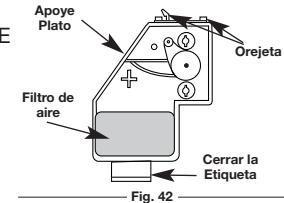

Fig. 42
6. Vuelva a colocar el filtro (Fig. 42).
7. Instale de nuevo la tapa del filtro de aire. Haga coincidir las ranuras que hay en la parte superior de la tapa del filtro de aire con las lengüetas de la parte superior de la placa posterior (Fig. 42).